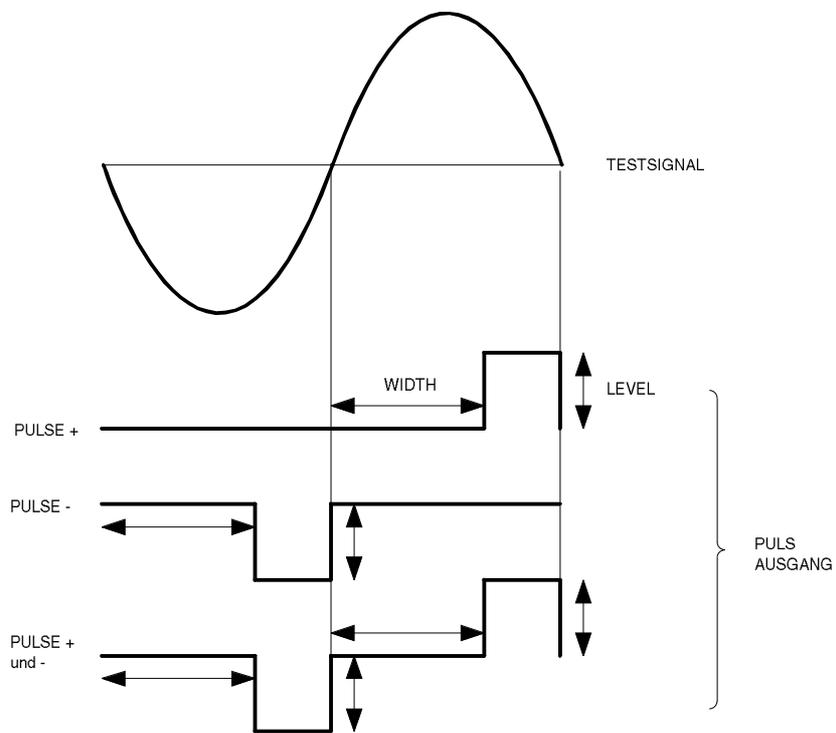

Abbildung 7, PULSE 2
**PULSE 2** Wählt ein pulsförmiges Signal mit einer Charakteristik wie in Abbildung 7. Der Puls beginnt nach dem Nulldurchgang des Testsignals, bei einer durch WIDTH bestimmten Position. Der Puls endet beim nächsten Nulldurchgang des Testsignals.